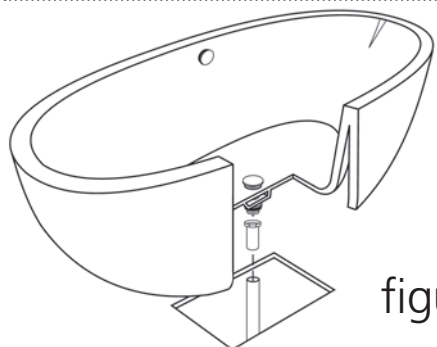

figure 13
19. Déposer **soigneusement** la baignoire en position (figure 13) et connectez le matériel de vidange (précédemment installé). Terminez l'installation du tuyau de vidange.